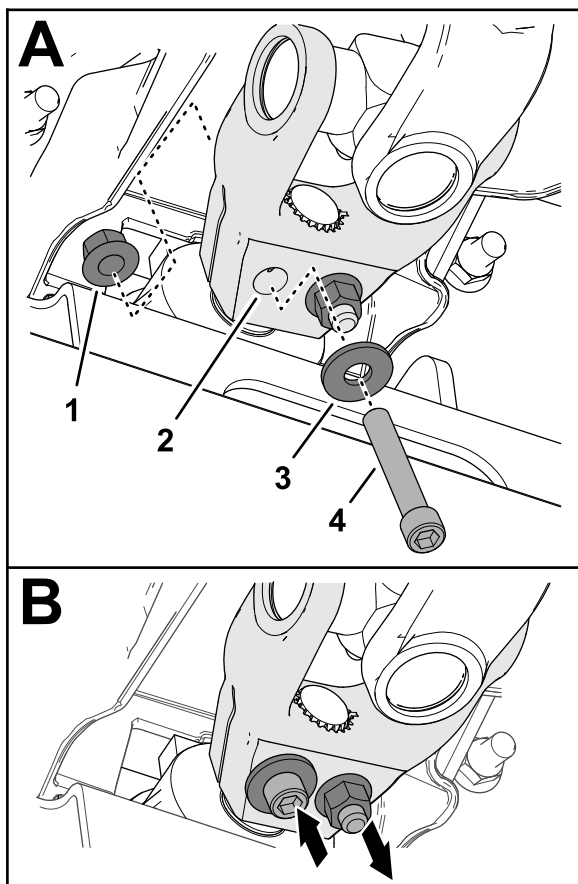

図 19
6. ソケットヘッドキャップスクリュー $\frac{3}{8}$ x $2\frac{1}{4}$ "にワッシャ $\frac{3}{8}$ "を通し、駆動シャフトのヨークの穴 図 19に通して、フランジロックナット $\frac{3}{8}$ "で固定する。
- ソケットヘッドキャップスクリュー $\frac{3}{8}$ " x $2\frac{1}{4}$ "にワッシャ $\frac{3}{8}$ "を通し、駆動シャフトのヨークの穴(図 19)に逆方向から通して、フランジロックナット $\frac{3}{8}$ "で固定する。